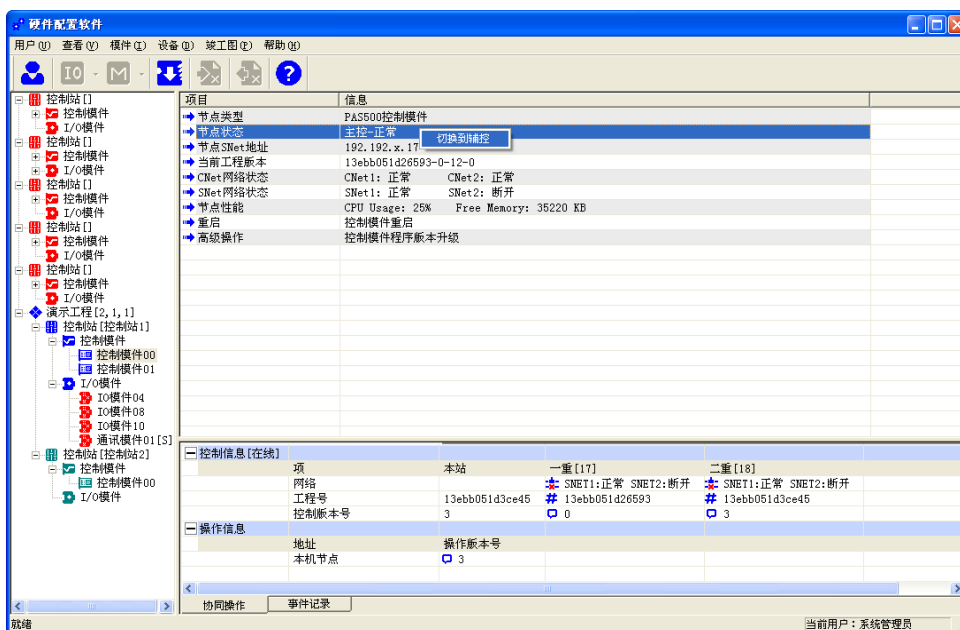
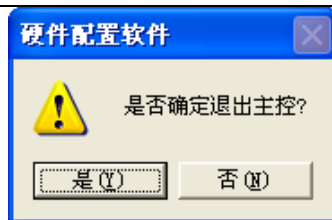

图 4-8 控制模块信息
图 4-9 控制模块切换
切换：当控制模块是双重化冗余的时候，可以进行主辅控切换。在导航区选择欲对之进行切换的双重化冗余的控制模块，如图 4-8 所示，之后双击主控板的“节点状态”，或点击鼠标右键，在弹出菜单中选择“切换到主控/辅控”，此时弹出主辅控切换窗口，如图 4-9 所示。点击“是 (Y)”后，该主控板变为辅控板，反之辅控板变为主控板。